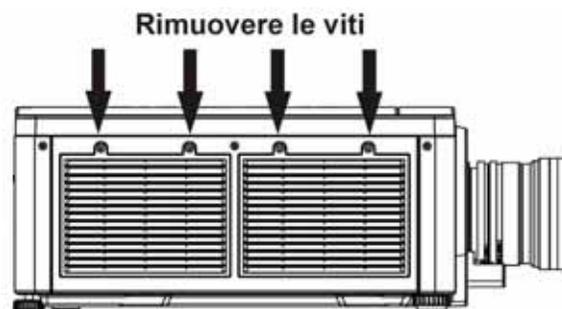

FIGURA 4-1 SOSTITUZIONE DEL FILTRO
1. Svitare le 2 viti prigioniero sulla parte superiore di ciascuno sportello del filtro; fare riferimento alla *Figura 4-1 Sostituzione del filtro*. Appoggiare lo sportello a terra, lontano dal proiettore.